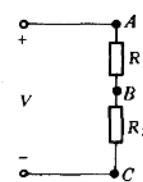

图 1-2.2 电阻分流
(3) 电阻的分流 图 1-2.2 中, 电流  $I$  在电阻  $R_1$ 、 $R_2$  支路上的分流为  $I_1$ 、 $I_2$ , 其值为